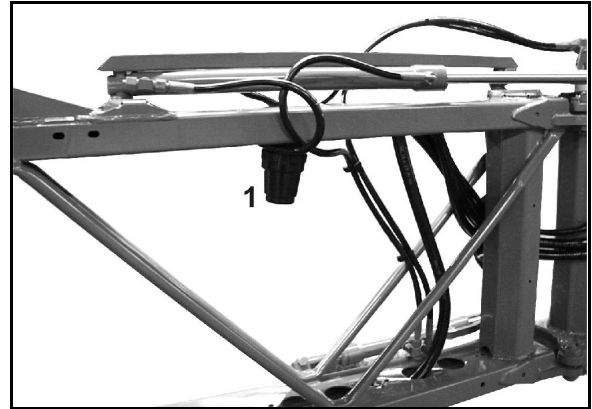

Fig. 160
- Curățați filtrul în conductă (Fig. 160/1) în funcție de condițiile aplicației de lucru la fiecare 3 – 4 luni.